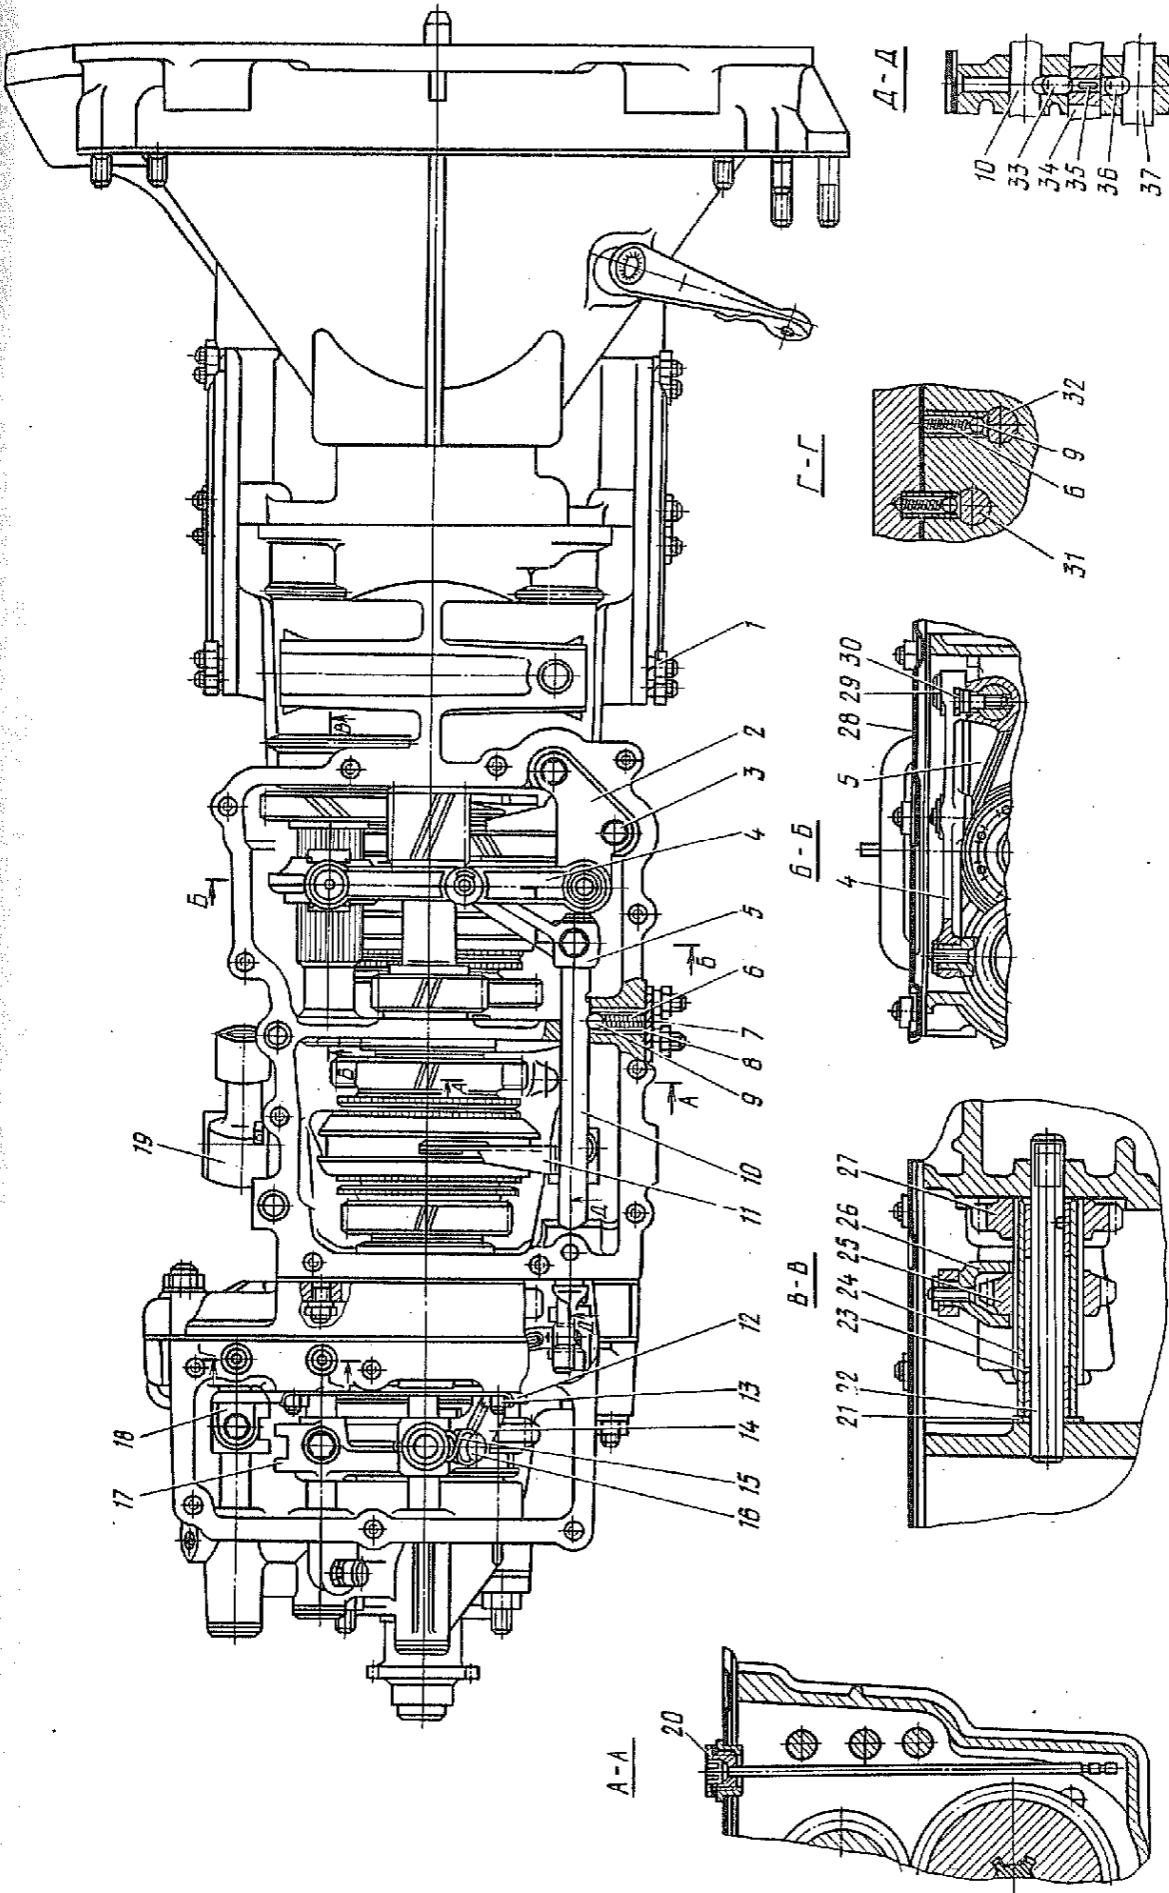

Рис. 131. Коробка передач (вид сверху):
Примечание. Корпус снимать осторожно, чтобы не повредилась прокладка и не выпали пружины 6 (рис. 131).
1.10. Вынуть из картера понижающей передачи штоки 63 и 65 вилок включения понижающей передачи и заднего моста и шарики 9 (рис. 131) фиксаторов штоков. Вынуть шток 2 (рис. 132) ползуна переключения передач, ползун 67 переключения передач и замки 93 и 91 штоков. Вынуть толкатель 92 замков из штока 65 вилки включения заднего моста. Вынуть вилку 66 включения заднего моста и вилку 64 включения понижающей передачи из картера (технологический болт М6×40-7Н).
1.17. Отвернуть гайки крепления крышки 7 (рис. 131) фиксаторов штоков, снять крышку, прокладку крышки и пружины 6 (головка 14, вороток).
1.27. Отвернуть гайки 1 (рис. 131) и снять технологические крышки с отверстий полуоси в картере коробки передач (головка 14, вороток).
1.37. Вынуть шлицевой вал 24 (рис. 131) с промежуточными шестернями заднего хода и упорные шайбы 21 из картера коробки передач (лопатка для монтажа шин).